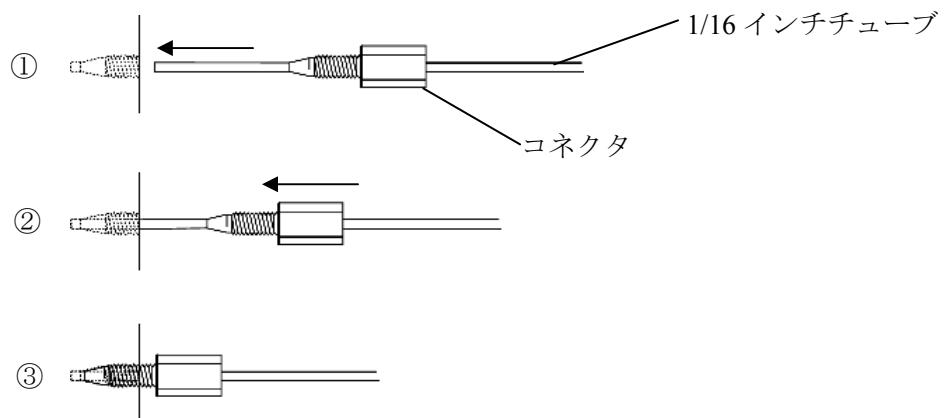

図4 バルブへの配管接続
バルブへの配管接続は、①チューブにコネクタを通して先端を1-2 cm 出しておきます。②チューブ先端をバルブポートの奥まで押し当てながら最初は手で締め込みます。③手でこれ以上まわせなくなるまでオシネを締め込んだら、最後にスパナで1/2~3/4回転締め込みます(図4)。